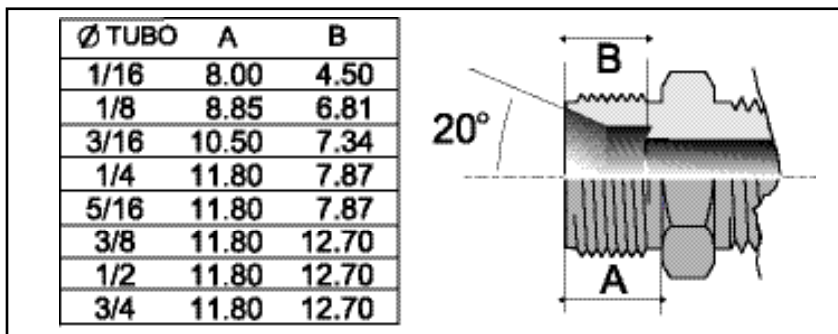

Figura 6
1) Los 20° desde el eje de la perforación o un cono de 40° en el cuerpo de la unión cuyo eje coincida con el eje de la perforación para el tubo en el cuerpo de la unión, han llegado a ser un "standard" para las uniones para tubos "grado instrumentación" (figura 6) (Es de considerar que otros sistemas de cierre con virola utilizan 24°, ver SAE J 514 o DIN 2353)